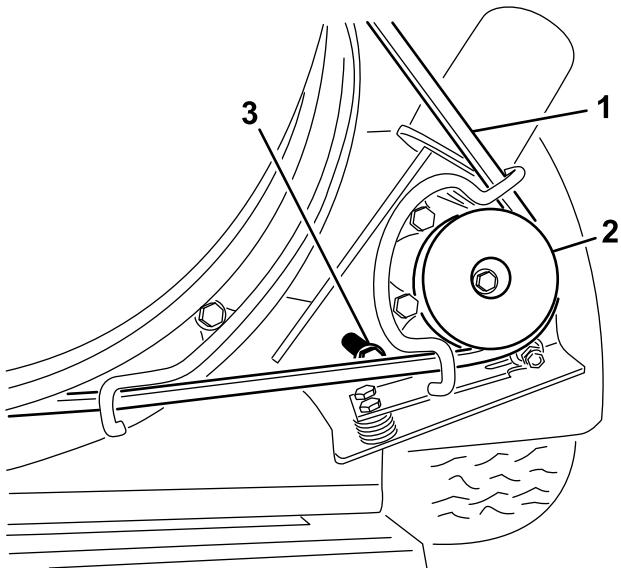

Figure 30
- Desserrez les boulons qui fixent le support de la poulie au châssis du souffleur (Figure 30).